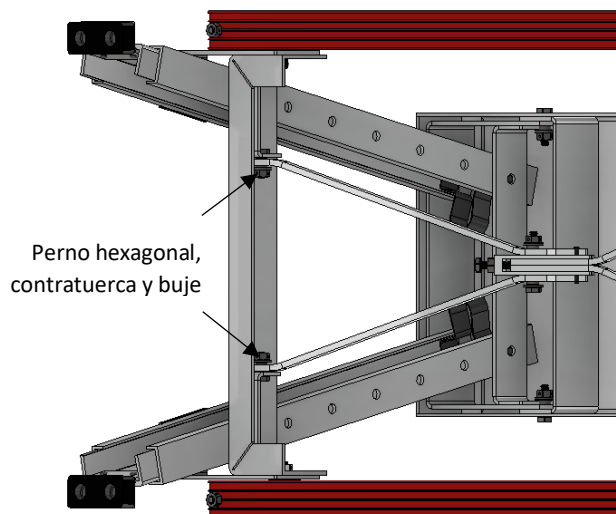

Figura 3
5. Desatornille las dos contratuercas centrales de 1/4"-20 y quite los dos pernos hexagonales 1/4"-20 x 3/4" y los bujes del soporte de montaje en el ensamble de la pata permanente (EDI: 40125) como se indica en la figura 3.
8. Use los dos bujes **nuevos** restantes, pase un buje a través de cada uno de los agujeros de montaje en el puntal inferior corto del ensamblaje del refuerzo de fijación y alinee los agujeros de montaje del puntal inferior corto con los agujeros en los soportes de montaje del ensamblaje de la pata permanente como se indica en la figura 3.
9. Use e inserte un **nuevo** perno hexagonal de 1/4"-20 x 3/4" a través de uno de los agujeros de los soportes de montaje en el ensamblaje de la pata permanente y a través del buje en el agujero de montaje del puntal inferior corto como se indica en la figura 3.